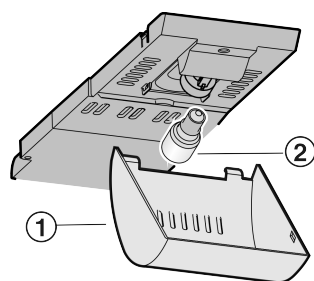

Fig. 15
- ▶ Возьмитесь за крышку Fig. 15 (1) спереди и снимите с крючка сзади.
- ▶ Лампу накаливания Fig. 15 (2) заменить.
- ▶ Снова наденьте крышку Fig. 15 (1).